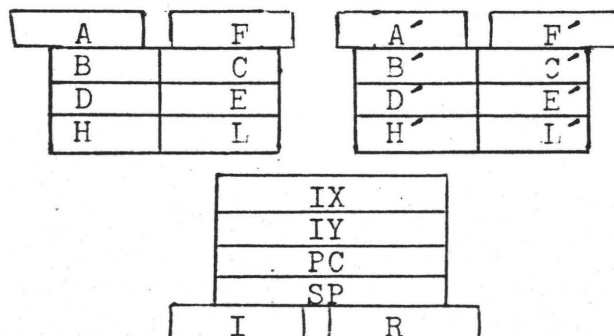

Fig. 1 Sådan ser Z80 ud i følge manualerne
Lad os til en begyndelse se på, hvordan Z80 er opbygget (fig. 1). Kredsen har 2 sæt af registre, og hvert sæt indeholder en akkumulator (A), et flagregister (F) og seks almindelige 8-bit registre (B-L). Disse seks kan kombineres til 3 16-bits registre. CPU'en har instruktioner, der vælger registersæt under programafvikling.